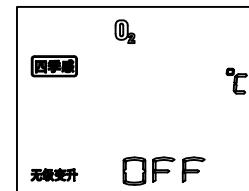

图30
1. 四季感模式（如图30）：根据进水温度，系统自动调节设置温度，使用户时刻能获得最舒适的热水供应。